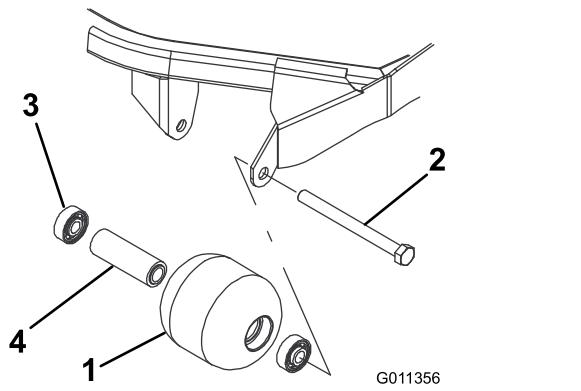

Figura 120
1. Retire o parafuso de montagem do rolo (Figura 120).
- Verifique se a estrutura dos rolamentos, os rolamentos e o espaçador de rolamentos estão danificados (Figura 120). Substitua os componentes danificados e volte a montá-los.
- Introduza o primeiro rolamento na estrutura do rolo (Figura 120). Empurre só a calha externa ou, então, exerça o mesmo tipo de pressão nas calhas interna e externa.
- Coloque o espaçador (Figura 120)
- Introduza o segundo rolamento na estrutura do rolo (Figura 120). Exerça o mesmo tipo de pressão nas calhas interna e externa até a calha interna entrar em contacto com o espaçador.